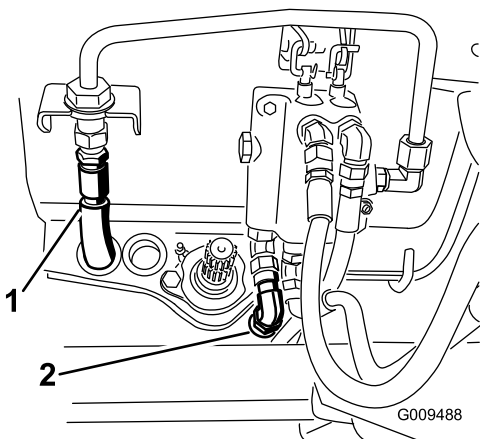

Figura 117
40. Conecte la manguera de presión hidráulica al tubo rígido de la válvula y conecte la manguera del depósito a la válvula (Figura 117).